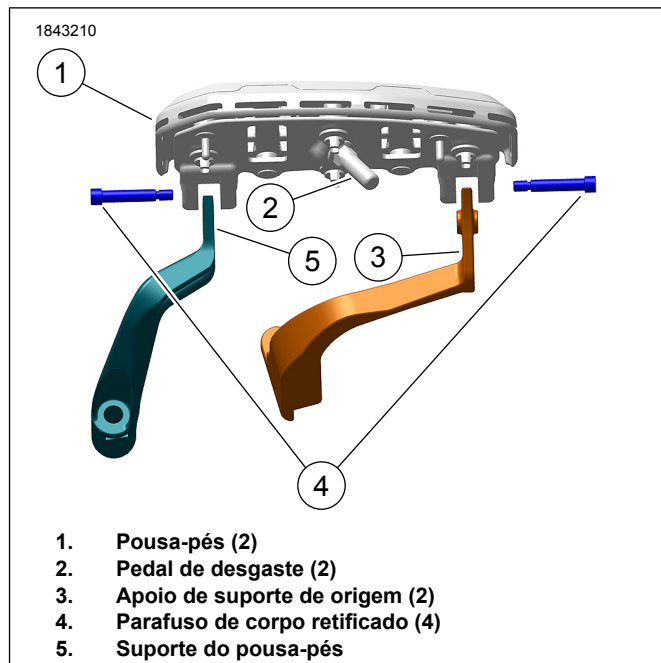

Figura 3. Unidade de Pouso-Pés
1. Ver a Figura 3. Remova a proteção de desgaste de pouso-pés (2) do pouso-pés.
2. Aplique 2 ou 3 gotas de cola de parafusos nas roscas da **nova** proteção de desgaste do pouso-pés (1) e instale.